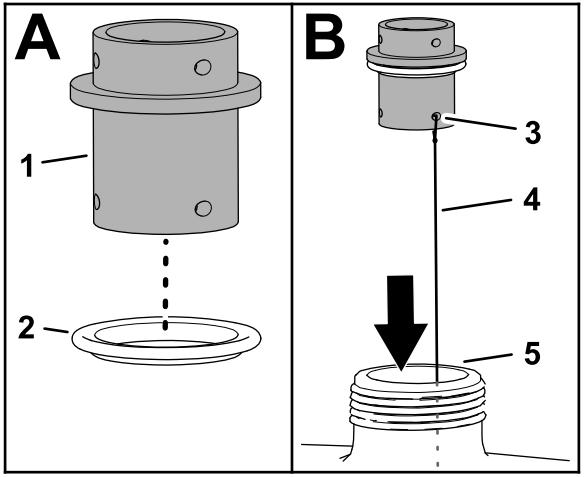
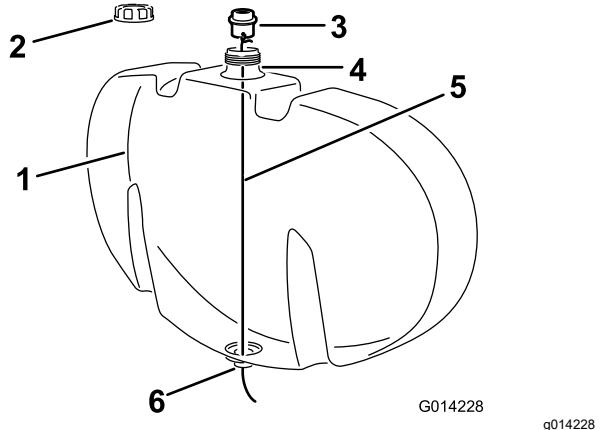

Figura 5
Figura 6
- Instale una junta transparente en el pasamuros, según se muestra en Figura 5.
- Conecte un trozo de alambre de unos 120 cm de largo a través de uno de los orificios de la horquilla de retención del pasamuros, como se muestra en la Figura 5.
- Si el tapón está instalado, retírelo del depósito de enjuague (Figura 6).
- Baje el alambre por el orificio de llenado y páselo por el orificio abierto de la parte inferior del depósito (Figura 5 y Figura 6).